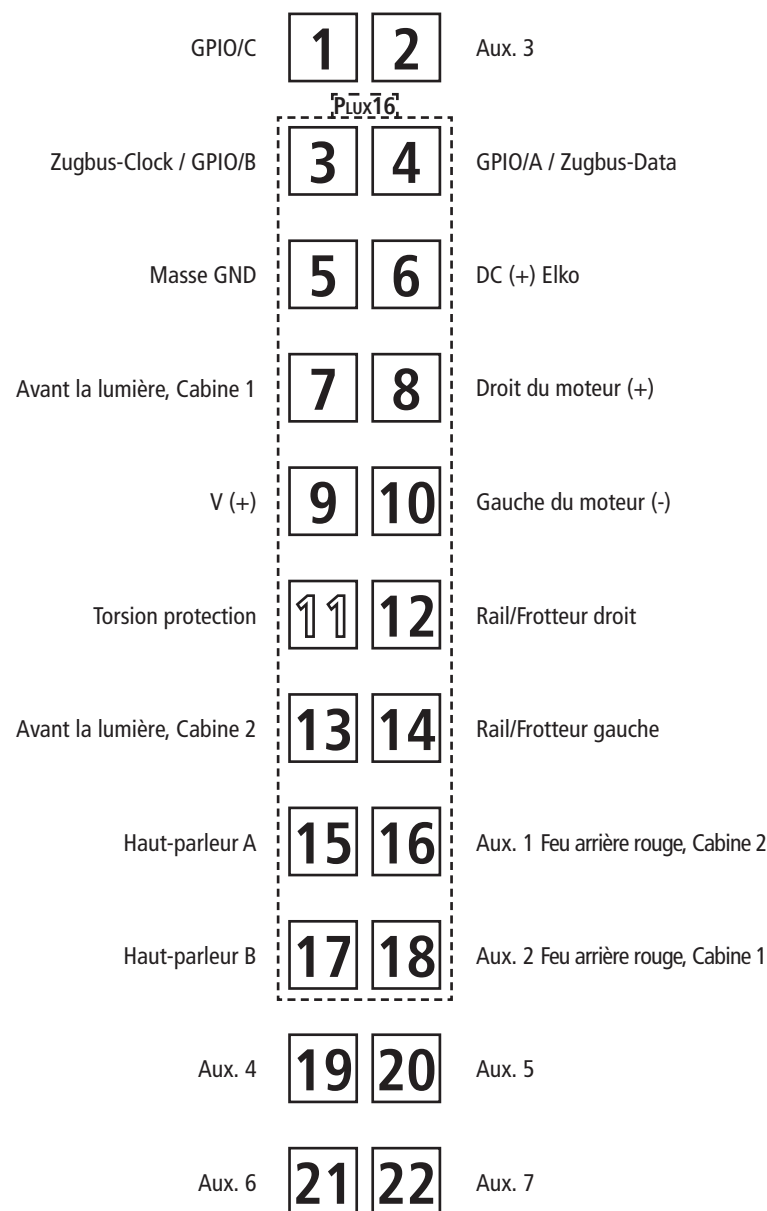
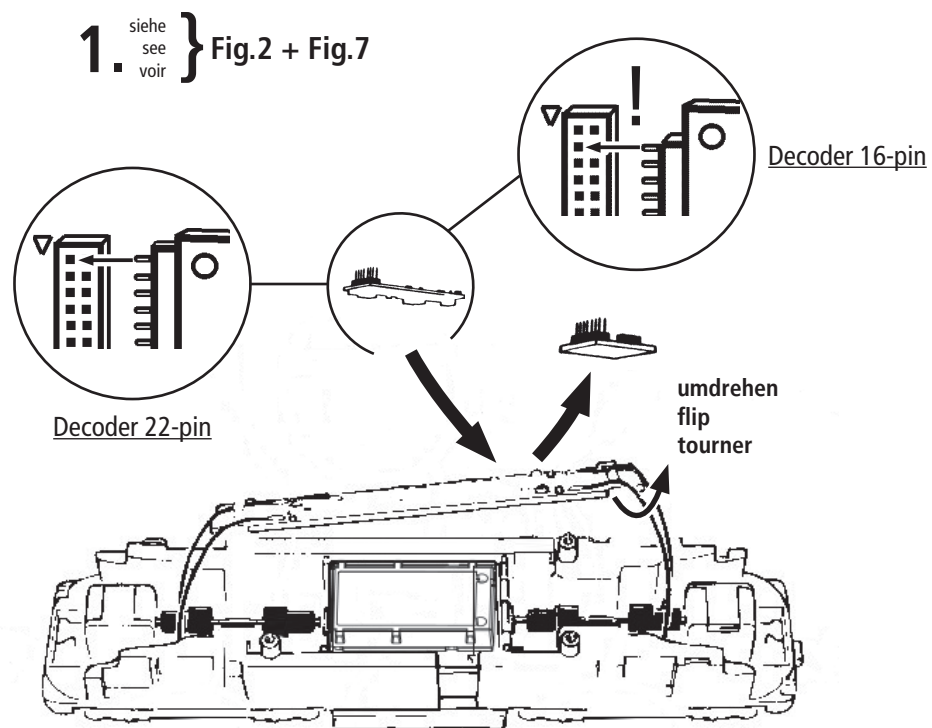
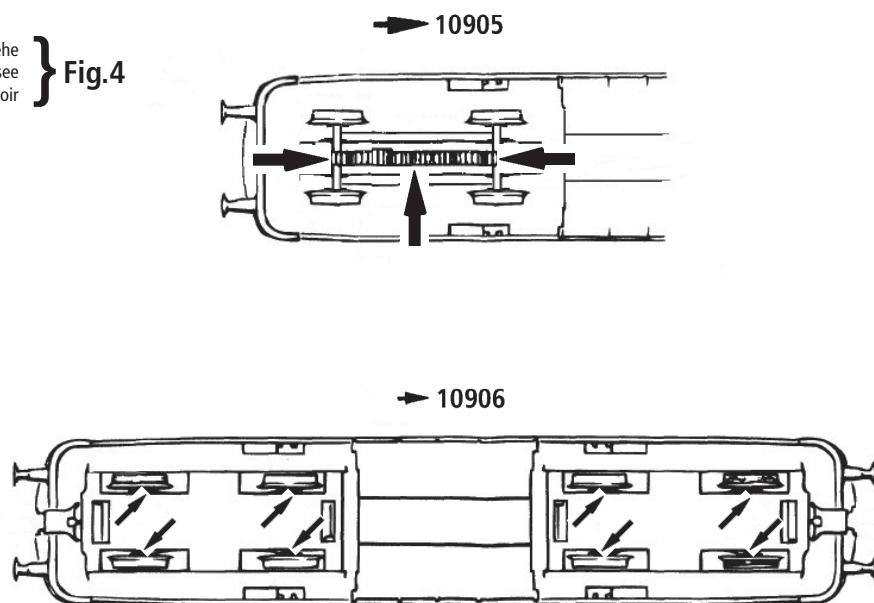
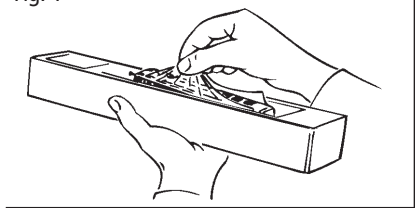

Fig. 5
Fig. 6
Fig. 7
Fig. 2
2. Schmierung: Versehen Sie die im Schmierplan in Fig. 6 gekennzeichneten Stellen mit nur **kleinen Öltropfen**. Dazu zuerst das Lokgehäuse abnehmen (Fig. 2). Wir empfehlen den **ROCO Öler Art.-Nr. 10906**. Fürs Schmieren der Getriebeteile (Zahnräder, Schnecke) empfehlen wir das **ROCO-Spezialfett Art.-Nr. 10905**. Im Falle der Schmierung diese Teile **nicht ölen**.
Umrüstung auf Digitalbetrieb: Zuerst Lokgehäuse abnehmen (Fig. 2). Danach den Brückenstecker aus der Schnittstelle entfernen (diesen sorgsam aufbewahren). Danach den Stecker des Decoders lagerichtig einsetzen (Fig. 5).
4. Motorwechsel: Lokgehäuse abnehmen (Fig. 2). Danach wird der Motor ausgebaut und ausgetauscht (Fig. 7).
Running in digital mode: Remove the jumper from the interface. Finally put the plug of the decoder into the interface as shown in fig. 5.
1. Cleaning of wheel contacts: Wheel contacts easily get dirty on tracks which are not entirely clean. Use a small brush to **remove dirt** from spots marked in fig. 6.
2. Lubrication: Apply **tiny oil drops** to spots marked in fig. 6. Prior to lubrication dismantle locomotive (fig. 2). We recommend using item no. **10906, Roco oiler**. For lubrication the gearparts (e.g. cogwheels, worm) we would recommend our Roco **special grease** (item no. **10905**).
4. Motor Changing: First remove loco body (fig. 2), and then the motor (fig. 7).
2. Graissage: N'appliquez **qu'une tout petite goutte** aux endroits indiqués par le plan de graissage (fig. 6) après avoir démonté la caisse de la locomotive (fig. 2). Nous vous recommandons le **graisseur à huile Roco réf. 10906**. Pour graisser les engrenages (roues dentées, vis sans fin) nous vous conseillons la **graisse spéciale Roco réf. 10905** pour engrenages en matières synthétiques. Lorsque vous utilisez cette graisse il faut éviter d'huiler ces composants.
Exploitation en télécommande multi-trains: Enlevez la fiche de shuntage de l'interface (à conserver!) et enfichez finalement la fiche de décodeur aux prises de l'interface. Veuillez à la position correcte de la fiche (fig. 5).
4. Remplacement du moteur: Démontez la caisse (voir fig. 2). Démontez ensuite le moteur (fig. 7).